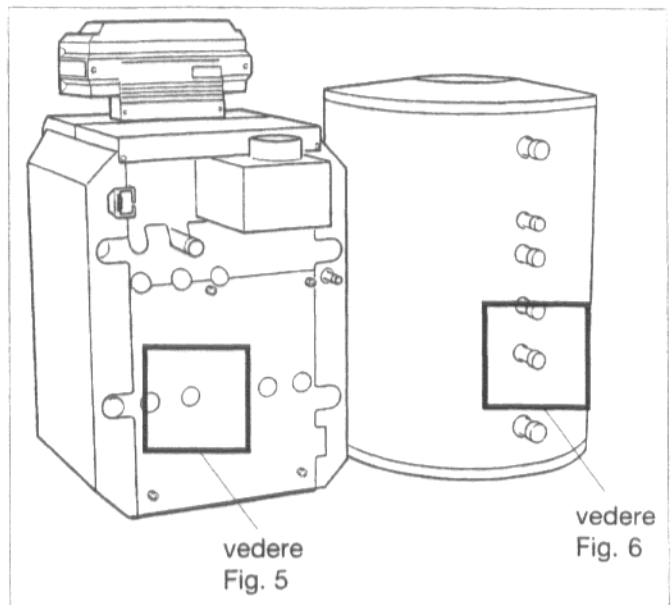

Fig. 4: Vista posteriore prima del montaggio
- Togliere il coperchio di protezione dal ritorno accumulatore della caldaia (Fig. 4 e 5).
- Svitare il coperchio di chiusura dal raccordo a T (volume di fornitura caldaia), applicare la guarnizione piatta nel dado a risvolto del raccordo a T ed avvitare forte il raccordo al ritorno accumulatore della caldaia (Fig. 4 e 5).
- Applicare la guarnizione piatta nel dado a risvolto di un raccordo a gomito ed avvitare forte il raccordo a gomito al raccordo a T (Fig. 4 e 5).
- Applicare la guarnizione piatta nel dado a risvolto di un tubo metallico ondulato, preformare il tubo metallico ondulato ed avvitarlo forte al raccordo a gomito (Fig. 4 e 5).
- Applicare la guarnizione piatta nel dado a risvolto di un raccordo a gomito ed avvitare forte il raccordo a gomito al ritorno accumulatore (Fig. 4 e 6).
- Applicare la guarnizione piatta nel secondo dado a risvolto del tubo metallico ondulato ed avvitare forte il tubo metallico ondulato al raccordo a gomito (Fig. 4 e 6).